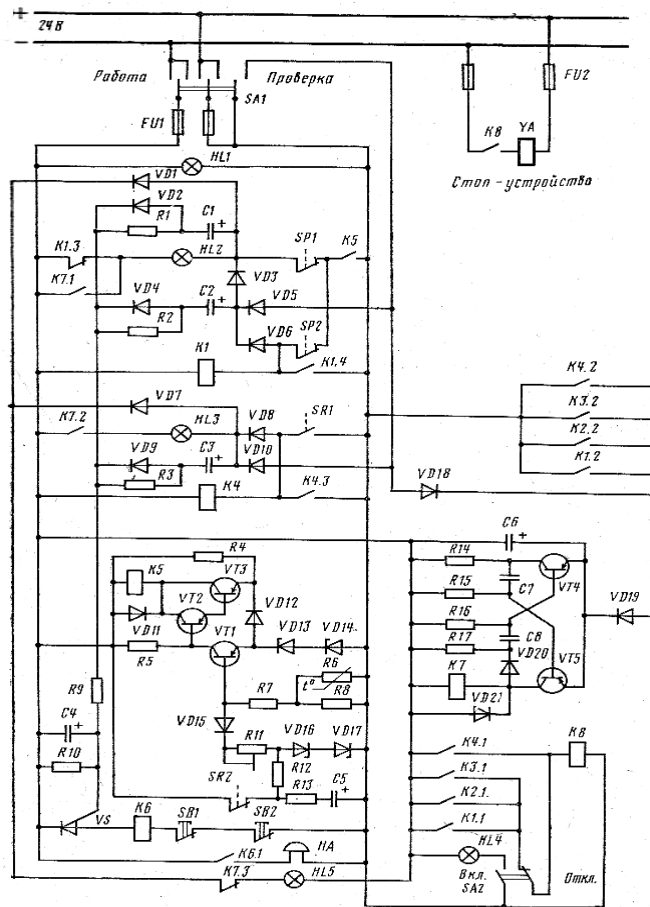

Рис. 3
3. Назвать элементы и назначение в схеме СПАС-30, принцип работы схемы в аварийных ситуациях с главным двигателем (рис.3).